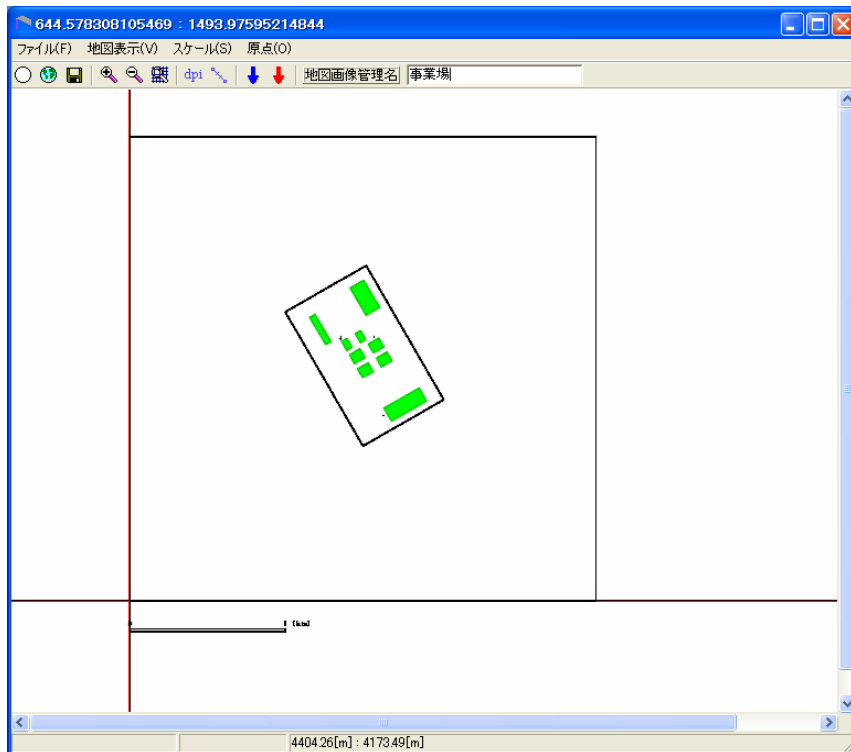

図 6.5-13 原点登録
- 2) +を 3km×3km の範囲の左下隅を合わせて、クリックします (図 6.5-13)。